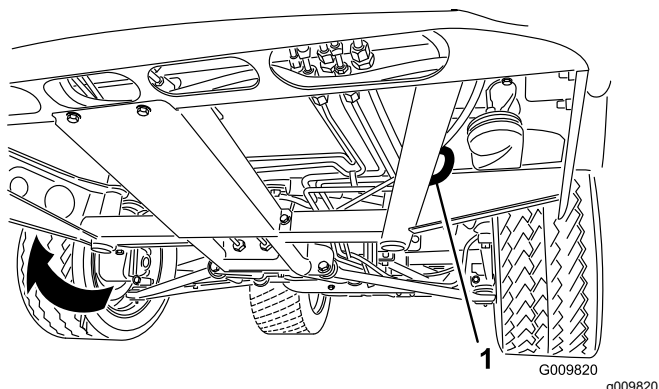
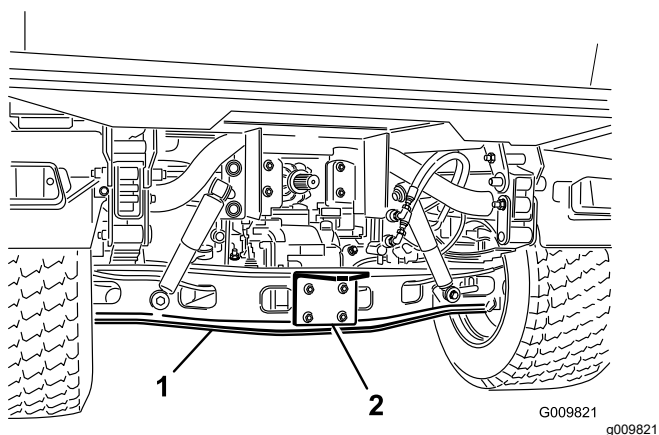

図 19
図 20
ロープがけポイントについては図 19 と 図 20 を参照してください。
1. 機体前部にある牽引トングにロープなどの牽引索を取り付ける 図 19。